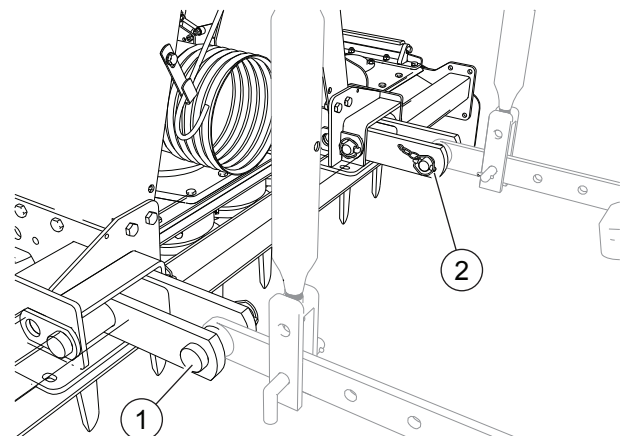

FIG. 18
- Die Hebeschielen den unteren Anschlüssen nähern ("Fig. 18"). Die Anbau-Pins einsetzen (1). Die Pins mit den ausgestatteten Auslöse-Splinten sperren.